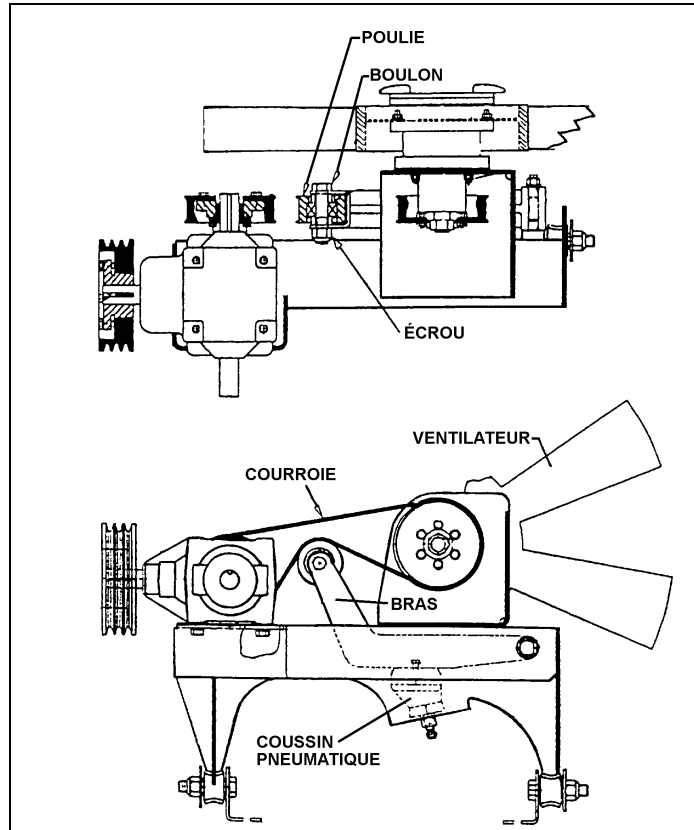

FIGURE 2: ENTRAÎNEMENT DU VENTILATEUR
3. Desserrer le boulon qui retient en place la poulie intermédiaire du tendeur de courroie (voir fig. 2).